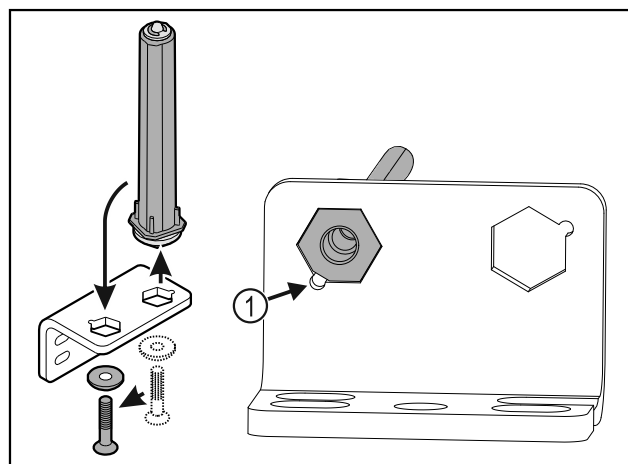

Fig. 31
- ▶ Vær derved opmærksom på, at boltens affasning Fig. 31 (1) peger mod det runde hul under isætningen.